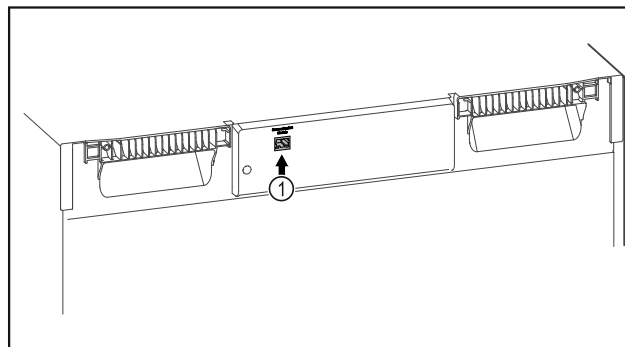

Fig. 105
- A SmartModule *Fig. 105 (1)* be van helyezve.